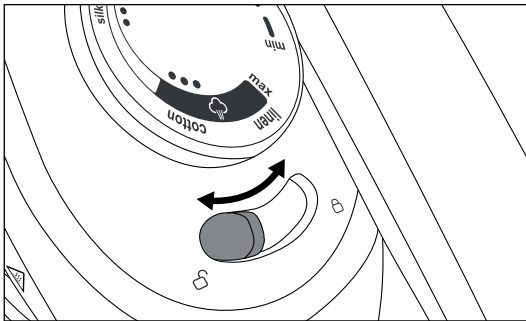

Fig. 14
- ▶ Actionnez toujours l'interrupteur de verrouillage ④, lorsque vous souhaitez transporter l'appareil. Cela empêchera que le fer à repasser ne glisse de la surface de dépose ⑥ et chute.
- ▶ Pendant le transport, tenez toujours l'appareil par la poignée du fer à repasser, jamais par la poignée du réservoir à eau ⑩. Le réservoir à eau ⑩ pourrait se détacher de la base et l'appareil pourrait chuter et être endommagé.
- ◆ Avant le transport de l'appareil, poussez l'interrupteur de verrouillage ④ situé sur le fer à repasser vers le symbole de cadenas fermé  (voir Fig. 14). Le fer à repasser est fermement verrouillé sur la surface de dépose ⑥ et ne peut pas chuter.
- ◆ Poussez l'interrupteur de verrouillage ④ vers le symbole de cadenas ouvert  pour débloquer le verrouillage (voir Fig. 14).